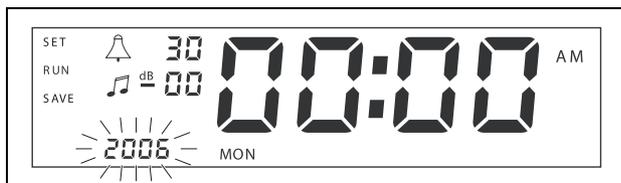

figura 5.1: Avvio della sequenza di impostazione di data e ora
- 2 Tenere premuto il pulsante Set finché l'anno non comincia a lampeggiare (vedere la figura 5.1).